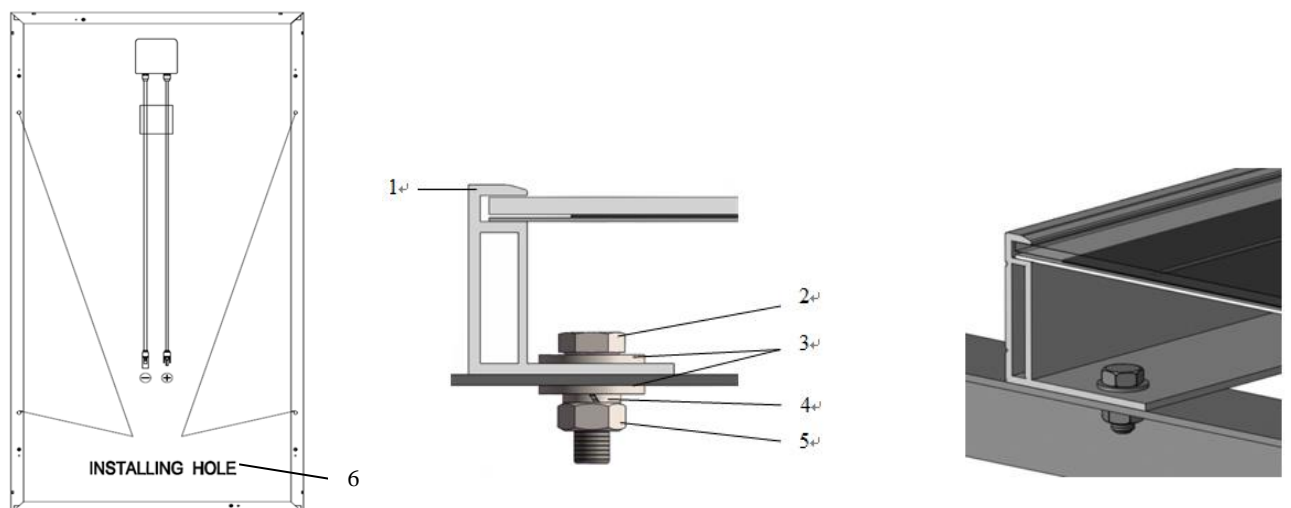

Figura 1. Modulo fotovoltaico installato con il metodo di fissaggio con bulloni
- Fissare il modulo in ciascuna posizione di montaggio con un bullone M8 e una rondella piatta, una rondella elastica e un dado, come mostrato nella Figura 1, quindi serrare applicando una coppia di 16~20 N·m.
- Per garantire un adeguato funzionamento dell'impianto, è necessario osservare la polarità di connessione del cavo corretta (Figure 1 e 2) quando si collegano i moduli tra loro o a un carico, come un inverter, una batteria e così via. Se i moduli non sono stati collegati correttamente, il diodo di bypass potrebbe distruggersi. I moduli fotovoltaici possono essere cablati in serie per incrementare la tensione. Un collegamento in serie viene eseguito quando il filo del morsetto positivo di un modulo viene connesso al morsetto negativo del modulo successivo. La Figura 1 mostra i moduli collegati in serie. I moduli fotovoltaici possono essere collegati in parallelo per incrementare la corrente (Figura 2). Un collegamento parallelo viene eseguito quando il filo del morsetto positivo di un modulo viene connesso al morsetto positivo del modulo successivo.